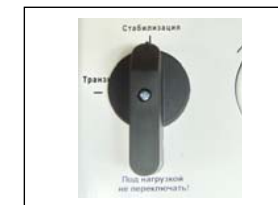

Рис. 5. Переключатель режима работы
**Переключатель режима работы (рис.5) «Стабилизация»-«Транзит»** служит для установления режима работы. Изменять положение переключателя можно только при выключенном автоматическом выключателе, который находится на лицевой панели стабилизатора.